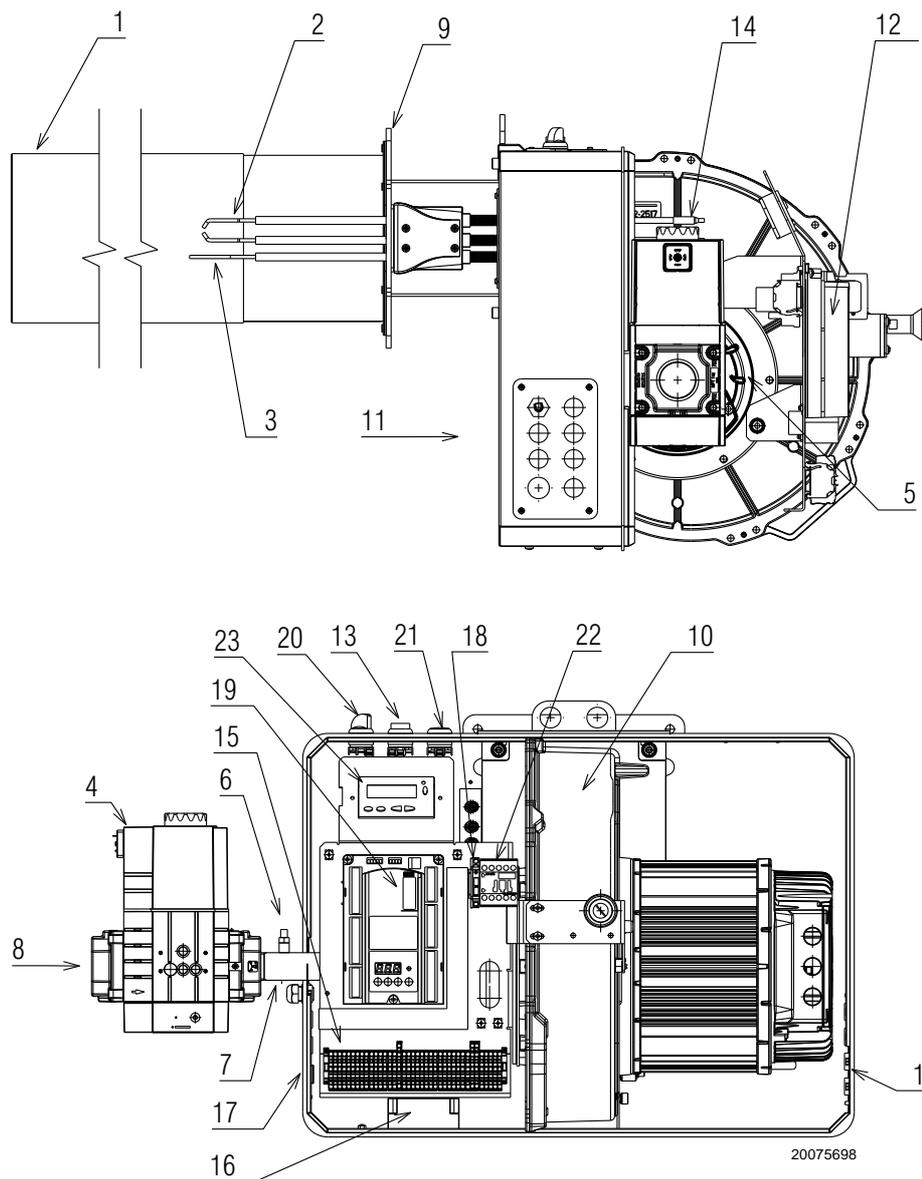

Fig. 2
(1) Condizioni di riferimento: Temperatura ambiente 20°C - Temperatura gas 15°C - Pressione barometrica 1013 mbar - Altitudine 0 m s.l.m.
(2) Pressione gas di ingresso 8)(Fig. 2) con pressione zero in camera di combustione ed alla potenza massima del bruciatore.
(3) Pressione sonora misurata nel laboratorio combustione del costruttore, con bruciatore funzionante su caldaia di prova, alle potenze massima, media e minima di modulazione. La Potenza sonora è misurata col metodo "Free Field", previsto dalla Norma EN 15036, e secondo una accuratezza di misura "Accuracy: Category 3", come descritto dalla Norma EN ISO 3746.
l'accensione del pulsante 13)(Fig. 2) avverte che il bruciatore è in blocco.